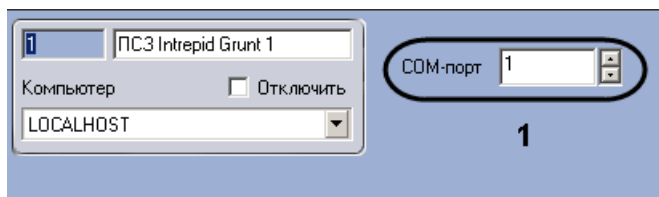

Рис. 3.2—2 Настройка подключения ПСЗ Microtrack к Серверу
2. Ввести с помощью кнопок **вверх-вниз** в поле **COM-порт** номер COM-порта подключения системы *Intrepid Grunt* (см. Рис. 3.2—2, 1).